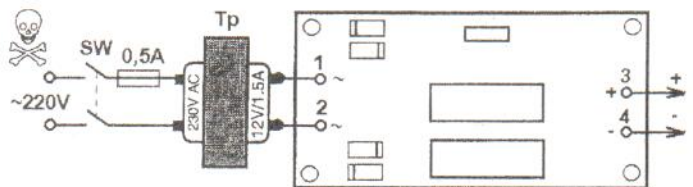

Рис.4 Схема соединений
- подключите провода от трансформатора к стабилизатору, следуя схеме, представленной на рис.4;